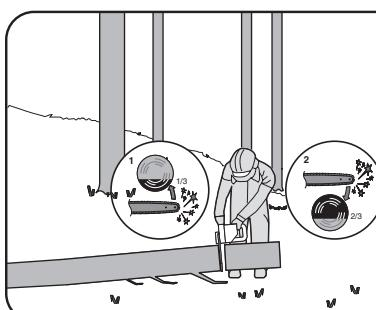

Figura 3
Quando o tronco estiver apoiado numa extremidade, conforme ilustrado na Figura 3, corte 1/3 do diâmetro da parte inferior (corte inferior) (1). De seguida, realize o corte final através do corte superior para ir ao encontro do primeiro corte (2).